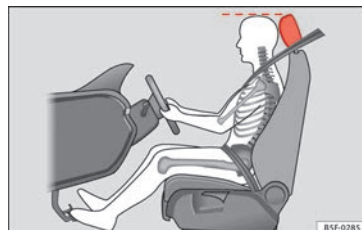

Abb. 73 Die richtige Kopfstützeinstellung des Fahrers.
- Stellen Sie die Kopfstützen so ein, dass die Oberkante der Kopfstütze sich möglichst auf einer Linie mit dem oberen Teil Ihres Kopfes befindet » **Abb. 73.**